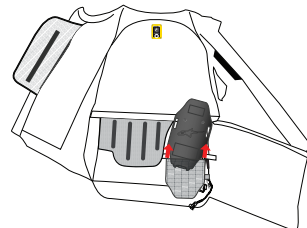

Figure 13
3. Retirez le boîtier du gonfleur (4) de sa poche en ouvrant les deux pièces de fixation auto-agrippantes (Figure 13).
**AVERTISSEMENT ! Le retrait du boîtier du gonfleur ne nécessite pas son ouverture. N'ouvrez pas le boîtier du gonfleur (4). Seuls les concessionnaires Alpinestars autorisés peuvent ouvrir le boîtier du gonfleur (4) à des fins d'entretien.**